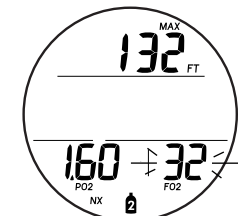

Fig. 47B - RÉGLAGE FO₂ DU MÉLANGE GAZEUX 2 (Nitrox)
- > Valeur de FO₂ qui clignote (Fig. 47B) avec icône du mélange gazeux 1, 2 ou 3 (bouteille) et icônes FO₂ et NX.